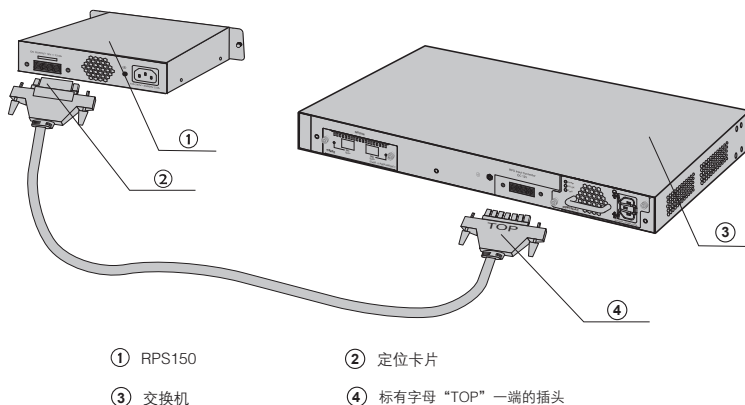

图4-5 连接交换机和RPS150示意图
3. 使用RPS150中配送的直流电源线连接交换机和RPS150。如图4-5所示,直流电源线的其中一端插头上标有字母“TOP”,另一端插头上则带有一个定位卡片。请将标有字母“TOP”的一端插到交换机的RPS输入接口,而带有定位卡片的一端插入RPS150的直流输出接口。操作时应注意将两端插头中带字母“TOP”和带定位卡片的一面朝上。